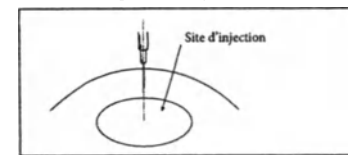

FIGURE 10
- Introduire dans le site d'injection une aiguille hypodermique biseautée de 12 degrés, standard, neuve et stérile, de calibre 21 (ou plus petite). Idéalement, l'aiguille doit pénétrer perpendiculairement au sommet du site d'injection, comme le montre la Figure 10.